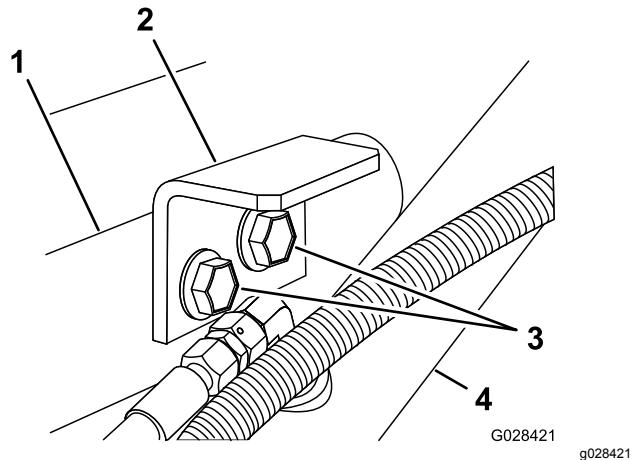

Figura 9
3. Montate le staffe di fissaggio sulla staffa di supporto e sul telaio usando i 2 bulloni a testa flangiata e i due dadi di bloccaggio flangiati rimossi nel passaggio 1 (Figura 9).